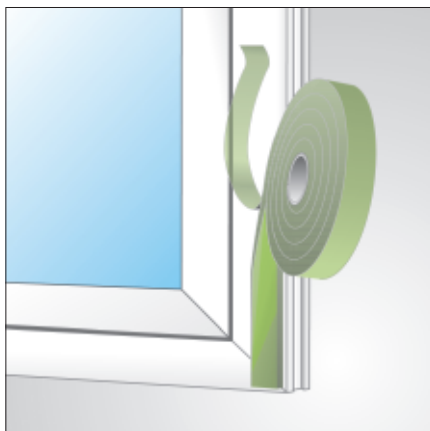

Bild 1: Abziehen des Trennstreifens
- Vor der Montage des Fensters Abdeckpapier abziehen und illbruck illmod 2D mit der Selbstklebeseite am Fenster oder am Baukörper mit 2 cm/m Überlänge aufbringen (Bild 1).